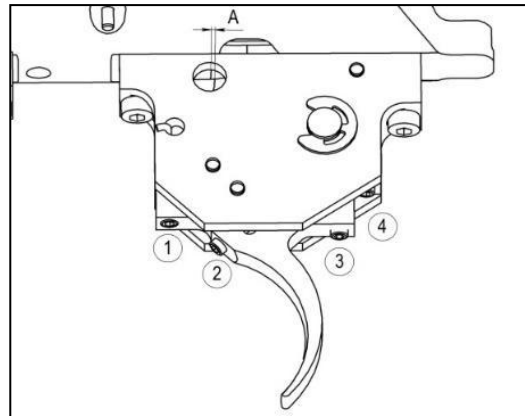

рис.16
- Переверните ствольную коробку левой стороной к себе (рис.16).